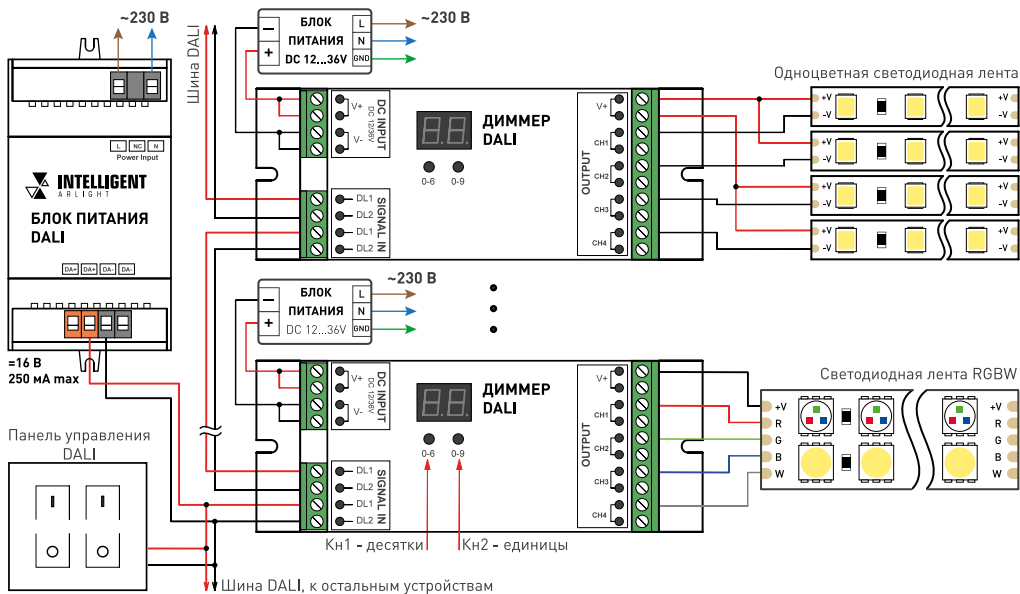

Рисунок 1. Схема подключения диммера для использования с одноцветной и RGB-лентой.
- 3.3. Подключите светодиодную ленту или другой совместимый светодиодный источник света к выходу диммера, соблюдая полярность и порядок подключения проводов [Рис. 1].